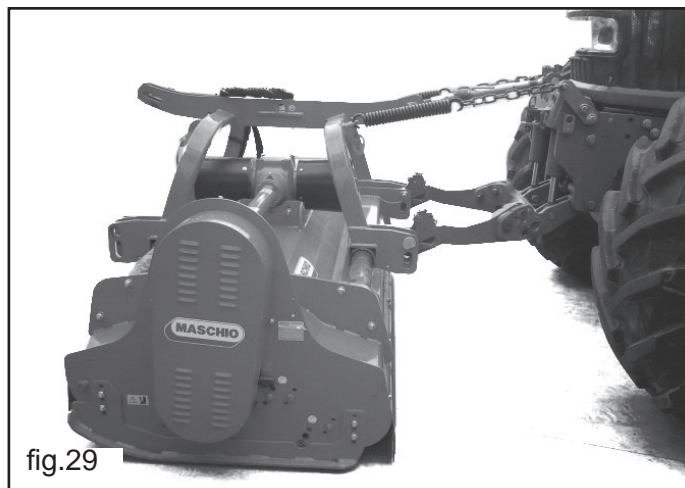

fig.29
4.12.2 BAUSATZ AUFLIEGE-FEDERN (FÜR EINEN FRONTALEN GEBRAUCH) (Abb.29)